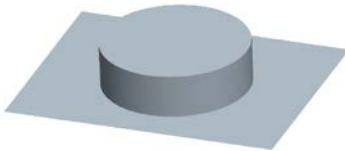

图 18.13 着色后的分型曲面
- (1) 单击**视图**功能选项卡**可见性**区域中的“着色”按钮[]。
- (2) 系统自动将刚创建的分型面PS着色, 着色后的分型曲面如图18.13所示。
- (3) 在**CntVolSel (继续体积块选取)**菜单中选择**Done/Return (完成/返回)**命令。